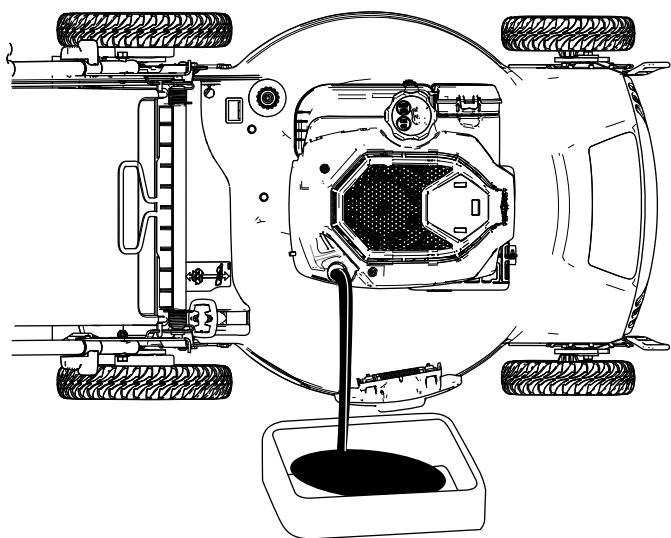

Figura 28
4. Înclinați maina pe o parte (astfel încât filtrul de aer să fie orientat în sus) pentru a scurge uleiul uzat din tubul de umplere cu ulei (Figura 28).